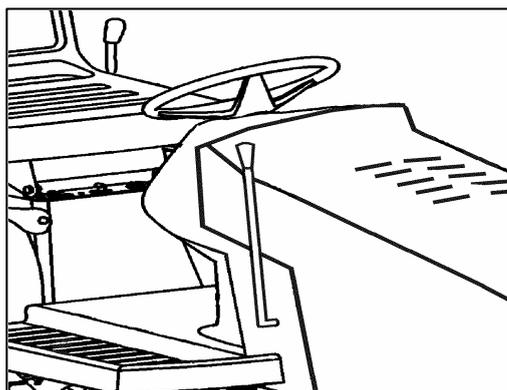

Fig. 12
Pour embrayer, abaisser le levier, et le placer en position ON: il met en service la coupe et entraîne la courroie des lames (fig. 12).
ECLAIRAGE (Fig. 12, pos.4)